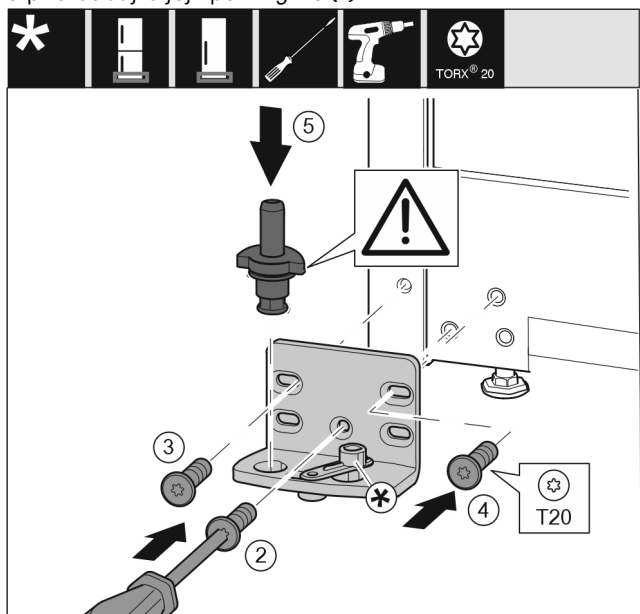

Fig. 14
- Nasadte stojan ložiska na druhé straně a přišroubujte pomocí šroubováku T20. Začněte šroubem 2 dole uprostřed. Fig. 14 (2)
- Pevně utáhněte šroub 3 a 4. Fig. 14 (3,4)
- Zcela vložte ložiskový čep. Přitom dávejte pozor, aby zajišťovací vačka směřovala dozadu. Fig. 14 (5)